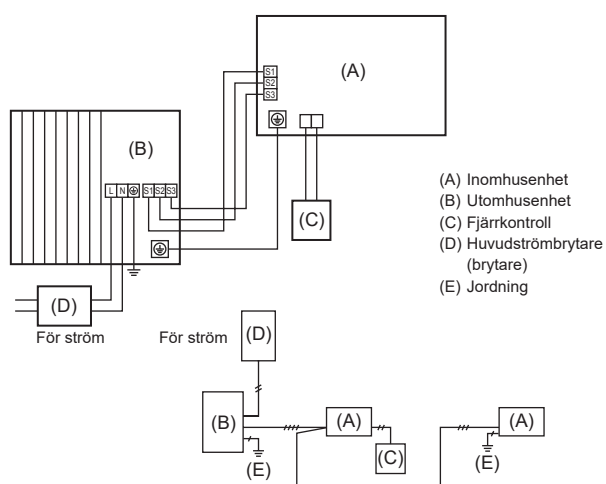
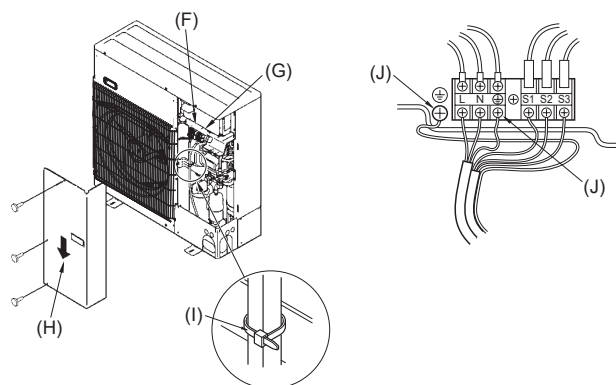

Fig. 6-1
Fig. 6-2
### 6.1. Utomhusenhet (Fig. 6-1, Fig. 6-2)
- (1) Ta bort servicepanelen.
- (2) Hänvisa till fig. 6-1 och fig. 6-2 när kablarna dras.